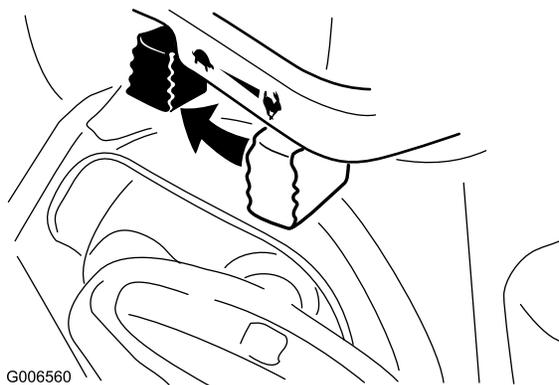

Bild 25
1. Schieben Sie die Gasbedienung in die Langsam-Stellung und dann in die Anhalten-Stellung (Bild 25).